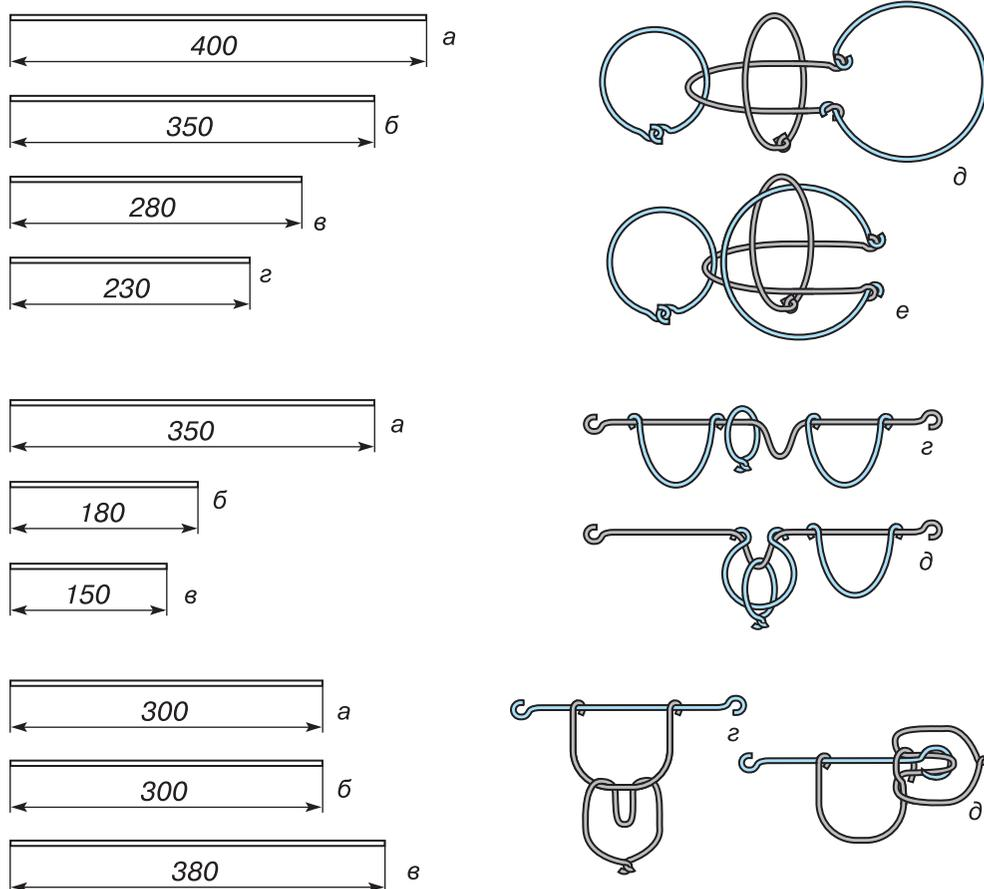

Рис. 147. Схемы изготовления головоломок
1. Ознакомьтесь с чертежом изделия (рис. 146) и технологической картой на его изготовление (рис. 147).
1. По заданию учителя или согласно чертежам ориентировочных объектов труда ознакомьтесь с их конструктивными особенностями (рис. 147).